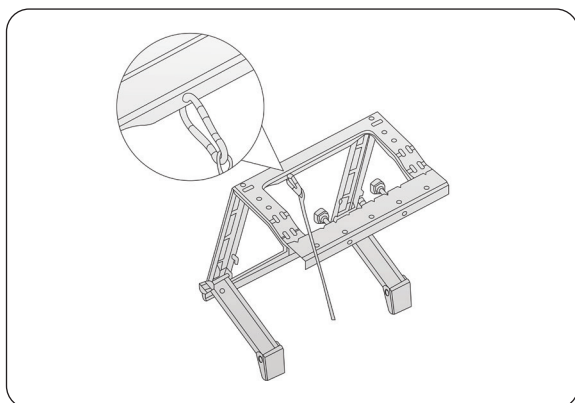

Abb. 1 Halterungskomponenten installieren
2) Schließen Sie das Stahldraht-Sicherheitsseil an die Montagehalterung an, (Wie in Abb. 1 gezeigt). Alternativ kann, wenn die Fensterbank 30 cm überschreitet, die Außeneinheit auf der Fensterbank platziert und das Sicherheitsseil an einen der beiden Anschlüsse der Außeneinheit angeschlossen werden, (Wie in Abb. 2 gezeigt).